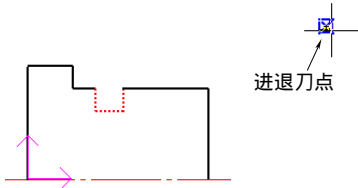

图 4-93 选择进退刀点
- 5) 确定进退刀点。指定一点作为刀具加工前和加工后所在的位置，如图 4-93 所示。要保证选取的点在进退刀时不会与工件发生干涉。